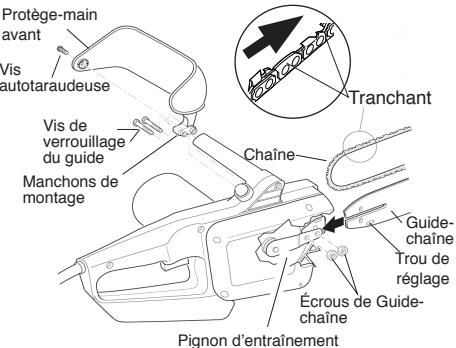

Figure 4 - Assemblage du guide-chaîne, de la chaîne et du protège-main
1. Antes de regular la cadena, asegúrese que las tuercas de la barra guía estén solamente ajustadas a mano (ver la Figure 4). También asegúrese que el bloque de regulación esté en el orificio ovalado de regulación de la barra guía (ver las Figures 4 y 5).